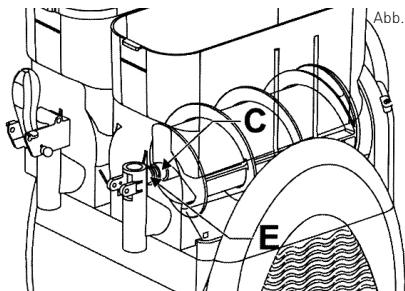

Abb. 21
- Anschließend bauen Sie den Behälter an der richtigen Stelle ein und heben behutsam den Vorderteil der Schnecke, um sie in die richtige Position (E) gegenüber dem Behälter zu bringen (siehe: Abb. 21).